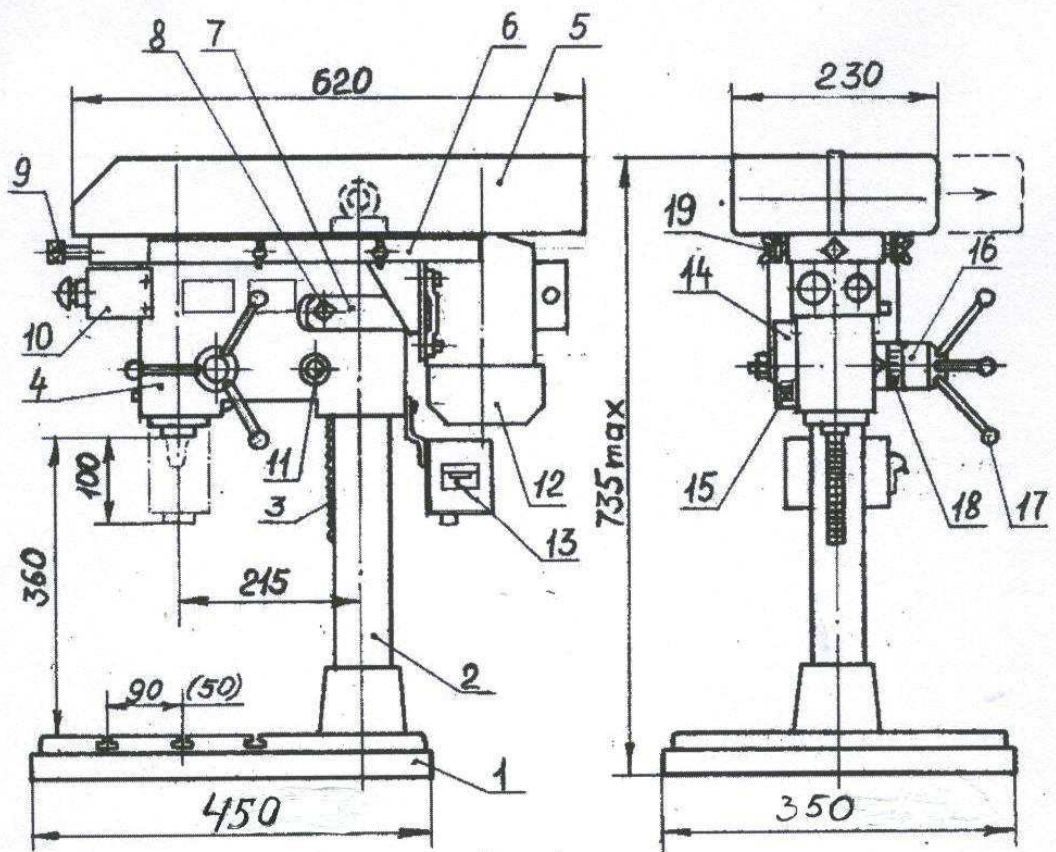

Рис.1
1.2.1. Основные параметры и размеры сведены в таблицу 1. Дополнительные конструктивные размеры приведены на рис.1 и рис.2.
1.3.1. Общий вид станка с обозначением составных частей изображен на рис.1, рис.2, рис.3.
1.4.1. Конструктивно станок (рис.1,2,3) смонтирован на литой плите 1, на которой закреплена стойка 2 с рейкой 3. По стойке перемещается с помощью вала – шестерни реечной 11 траверса 4. От самопроизвольного перемещения траверсы по стойке предохраняет планка тормозная 7 прижим которой регулируется винтом 8. В траверсе 4 размещен шпиндельный узел состоящий из самого шпинделя 23 и пиноли 24.
### 1.4.2. Станок работает следующим образом (рис.1):